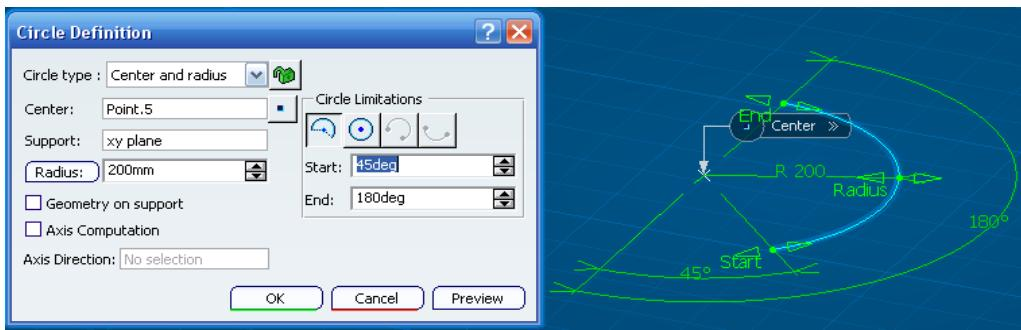

Ilustración 368: Definición de círculo por centro y radio.
**Center and Radius (Centro y radio):** se selecciona un punto como centro y un plano o una superficie como soporte. Se introduce el valor del radio y en este caso como se ha seleccionado generar un arco, también el ángulo inicio y final del mismo. El ejemplo para esta operación es el que se observa en la Ilustración 368.